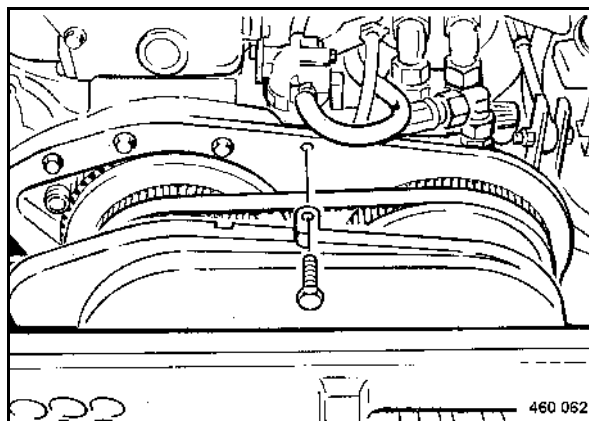

fig. 122
- Déposer la tôle de protection (fig. 122).